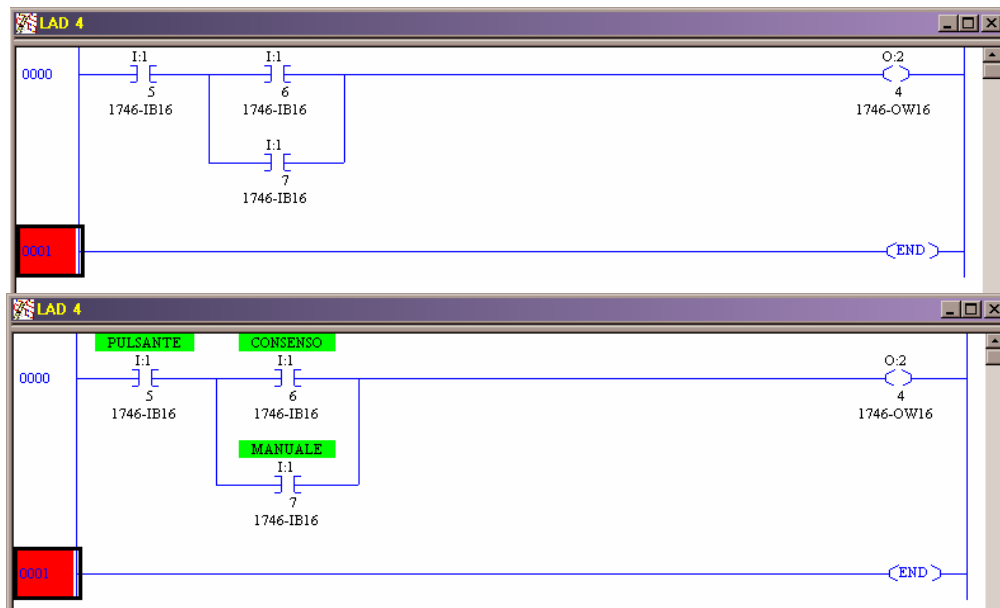

Figura 7 - Assegnazione di nomi simbolici nel diagramma ladder
- intervenendo direttamente nel diagramma ladder assegnando un nome simbolico alle variabili già utilizzate (Figura 7).